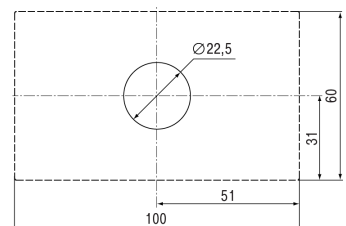

Рисунок 2 – Установочные размеры прибора
1. Подготовить в щите круглое отверстие диаметром 22,5 мм (см. *рисунок 2*).